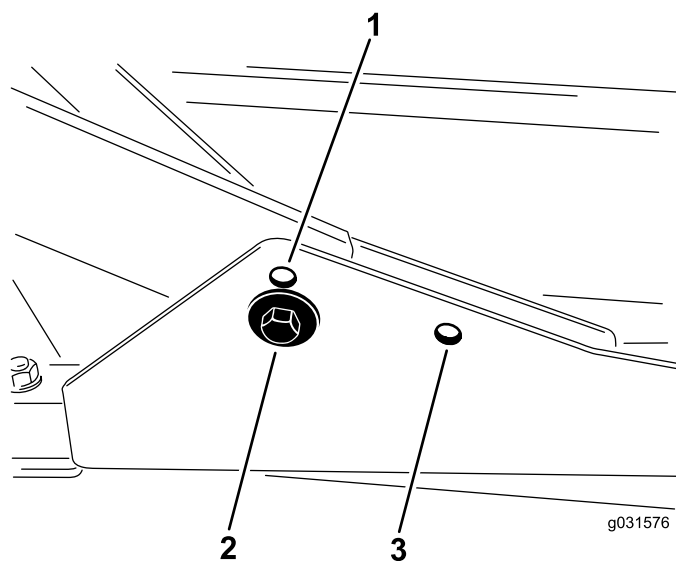

図 17
1. 刈高を 20-76 mm にセットする場合には、前キャリアフレームを下側の穴に取り付けます 図 17。
2. 刈高を 63-100 mm にセットする場合には、前キャリアフレームを上側の穴に取り付けます 図 17。
後cuttingユニットは、刈り高に関係なく後側の取り付け穴を使って取り付けます 図 17。